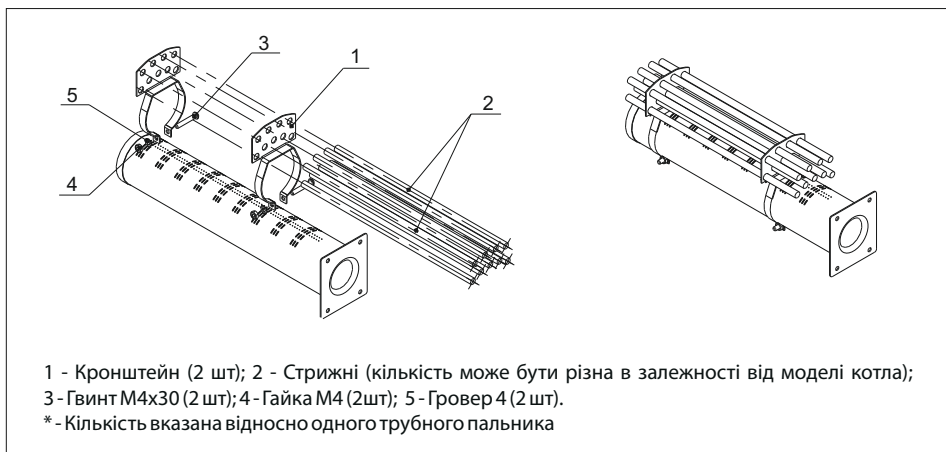

Рис. 3. Схема монтажу комплексу стрижнів
7. Комплект стрижнів для дотримання Технічного регламенту щодо вимог до екодизайну для обігрівачів приміщень та комбінованих обігрівачів (ПКМУ від 27.12.2019 р. №1184), які повинні бути змонтовані при монтажі котла згідно схеми (рис. 3)	-1